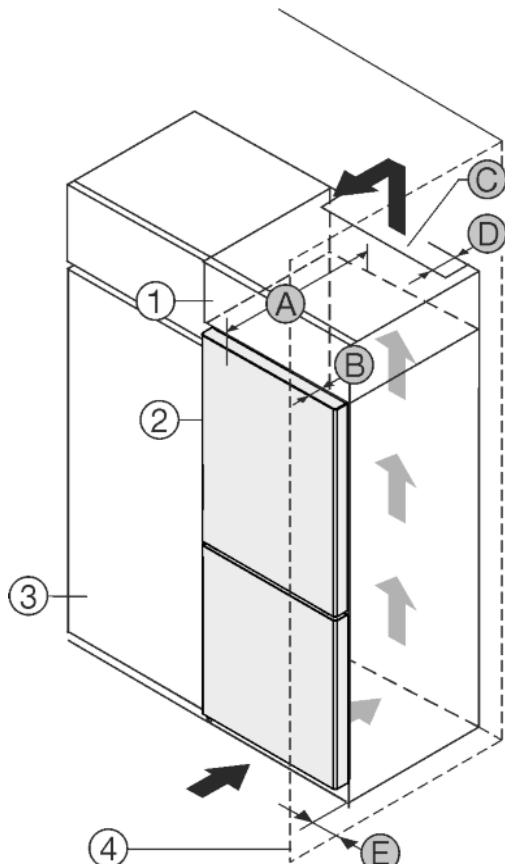

Fig. 1
- (1) Opbouwkast*
- (2) Apparaat*
- (3) Keukenkast*
- (4) Wand*
- (A) Diepte apparaat*
- (B) Diepte deur*
- (C) Ventilatie doorsnede*
- (D) Afstand achterzijde apparaat*
- (E) Afstand tot apparaatzijde*
Apparaat direct naast de keukenkast Fig. 1 (3) opstellen.*
Apparaat met afstand van 5 cm tussen apparaat en keukenkast Fig. 1 (3) opstellen.*
Aan de achterzijde van de opzetkast moet een luchtafvoerkanal met de diepte Fig. 1 (D) over de volledige breedte van de opzetkast aanwezig zijn.*
Onder het plafond moet de ventilatie doorsnede Fig. 1 (C) worden aangehouden.*
Wanneer het apparaat met de scharnieren naast een wand Fig. 1 (4) wordt geplaatst, moet de afstand tussen het apparaat en de wand minimaal 40mm bedragen. Dit komt overeen met de uitsteekmaat van de handgreep bij geopende deur.*
Om de deuren volledig te kunnen openen, moet het apparaat overeenkomstig de diepte deur Fig. 1 (B) t.o.v. het keukenkastfront uitsteken. Afhankelijk van de diepte van de keukenkasten Fig. 1 (3) en het gebruik van de wandafstandhouders kan het apparaat verder uitsteken.*
Om de deuren volledig te kunnen openen, moet het apparaat overeenkomstig de diepte deur (B) t.o.v. het keukenkastfront uitsteken. Afhankelijk van de diepte van de keukenkasten Fig. 1 (3) en het gebruik van de wandafstandhouders kan het apparaat verder uitsteken.*